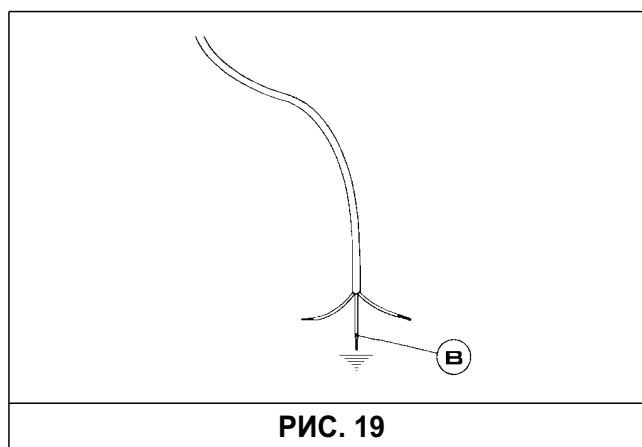

РИС. 19
*В случае замены подводщего кабеля провод заземления следует оставлять длиннее проводов фазы (см. рис. 19), кроме того следует соблюдать правила, приведенные в разделе 8.*